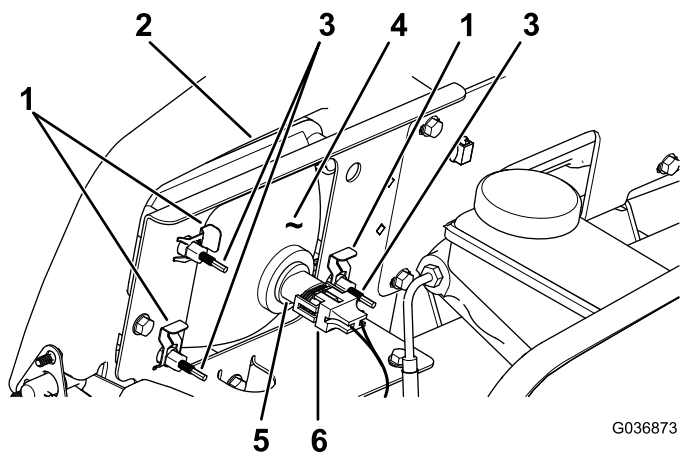

Figure 53
3. Débranchez le connecteur électrique de faisceau du connecteur du phare (Figure 53).
- Déposez les clips rapides qui fixent le phare à son support (Figure 53).
- Sortez le phare en le déplaçant vers l'avant à travers l'ouverture dans le pare-chocs avant (Figure 53).
- Montez le phare neuf par l'ouverture dans le pare-chocs (Figure 53).
- Branchez le connecteur électrique de faisceau sur le connecteur de l'ampoule (Figure 53).
- Au dos du phare, tournez les vis de réglage (Figure 53) pour orienter le phare et aligner la position de son faisceau.